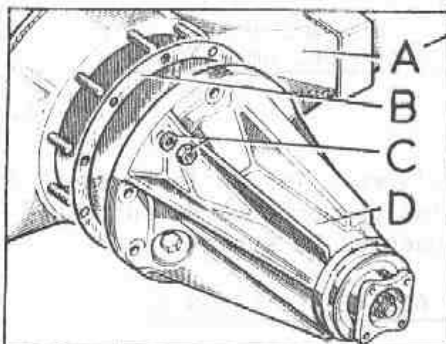

Fig. F-42 Diferencial
1.3. Extraer las tuercas y arandelas, C (Fig. F-42) y retirar el porta-diferencial, D, con su junta, B.
2.1. Cubrir las dos caras de la junta, B (Fig. F-42) con grasa tipo normal y acoplar esta junta y el porta-diferencial, D, al eje, apretando las tuercas a un par de 3,25 á 4,25 mkg.